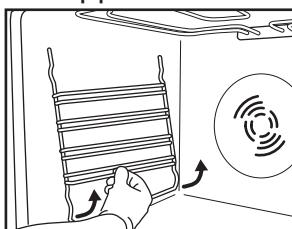

Fig. 3
1. Retirer les grilles de support des accessoires latérales (Fig. 3).